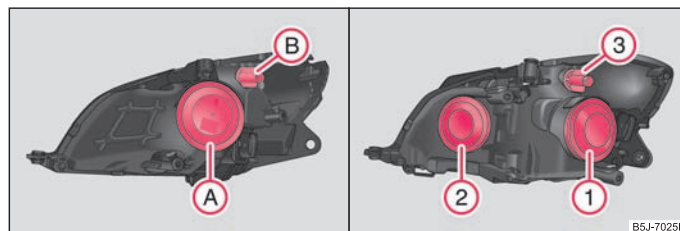

Fig. 167 Emplacement des ampoules: Phares halogène / phares-projecteurs halogène
Positions des ampoules dans le phare halogène ⇒ fig. 167 à gauche et dans le phare-projecteur halogène ⇒ fig. 167 à droite.
- Enlevez le capuchon (A) ⇒ page 206, fig. 167.
- Enlevez le capuchon (1) ⇒ page 206, fig. 167 à droite.
- Enlevez le capuchon (2) ⇒ page 206, fig. 167 à droite.
- Faites tourner la douille (B) (phares halogène) ⇒ page 206, fig. 167 ou la douille (3) (phares-projecteurs halogène) vers la gauche et sortez-la conjointement à l'ampoule du clignotant.
- Enlevez le capuchon (A) (phare halogène) ou (2) (phares-projecteurs halogène) ⇒ page 206, fig. 167.